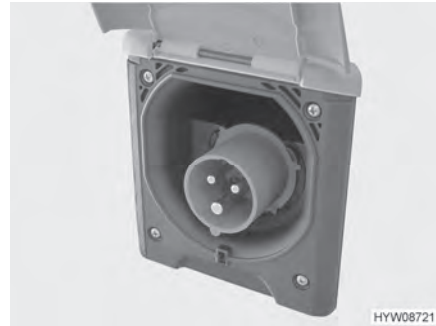

Bild 103 230 V-anslutning på fordonet (CEE-uttag)
- Öppna höljet på 230 V-anslutningen i fordonet (Bild 103) och stick in stickkopplingen. Kontrollera så att låsklacken i den fjäderspända klapplocket är ikopplat.